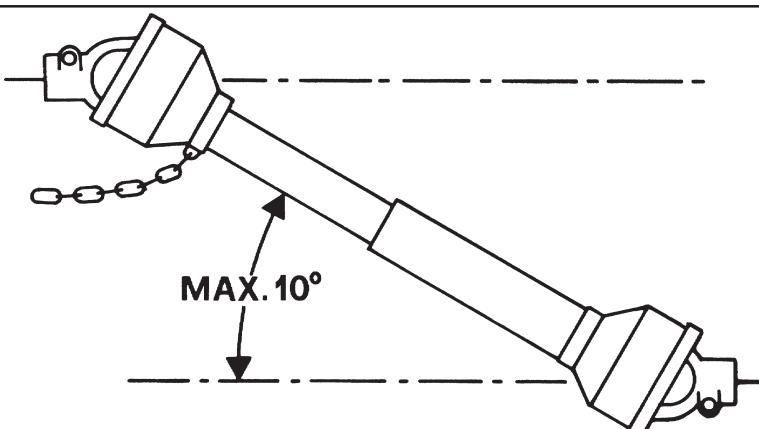

Fig. 5
- 40) Disinserire, sempre, la presa di forza quando l'elbero cardanico fa un angolo troppo aperto (mai oltre i 10 gradi - Fig. 5) e quando non viene usata.
- 40) Always disengage the pto when the cardan shaft is set at an excessively open angle (never beyond 10 degrees - Fig. 5) and when it is not in use.
- 40) Débrayez toujours la prise de force quand l'angle de l'arbre à cardans est trop ouvert (jamais plus de 10 degrés Fig. 5) et lorsque vous ne devez pas l'utiliser.
- 40) Die Zapfwelle immer ausschalten, wenn die Gelenkwellen einen zu großen Winkel einnimmt (nie über 10 Grad - Abb. 5) und wenn sie nicht gebraucht wird.
- 40) Desactivar, siempre, la toma de fuerza cuando el árbol cardánico hace un ángulo demasiado abierto (nunca superar los 10 grados - Fig. 5) y cuando no la usamos.